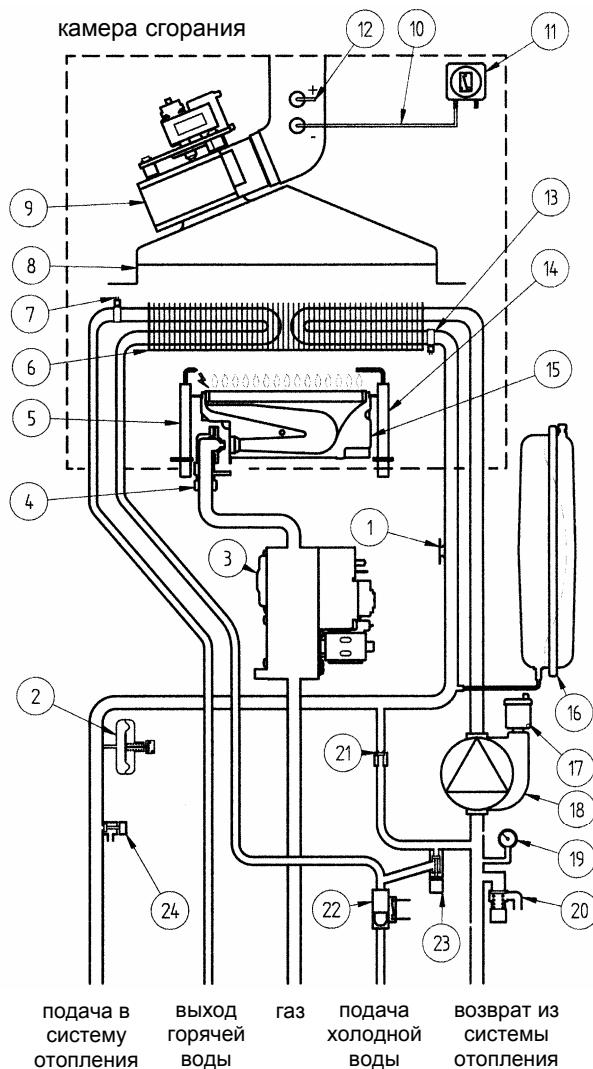

Рис.20
Данное устройство (позиция 15 Рис.20)-обеспечивает включение основной горелки при условии исправной работы вытяжного дымохода.
- нет контакта между трубкой Вентури и датчиком тяги (позиции 16-17 Рис.20)
- **Термостат перегрева** - благодаря датчику (позиция 11 Рис.20 – 21), установленному на выходной трубе первичного теплообменника, в случае перегрева воды первичного контура прекращается подача газа в горелку. При этом котел останавливается. После устранения причины, вызывавшей блокировку, возможно повторное включение. Для этого необходимо кратковременно (примерно на 2 сек) перевести переключатель режимов (Рис.2) в позицию (R).
Электрод для определения наличия пламени (позиция 18 Рис.20), расположенный с правой части горелки, гарантирует безопасность работы и блокирует котел при нарушении подачи газа или неполном горении основной горелки.
- Водяной сбросной клапан системы отопления** (позиция 28 Рис.20) - настроен на давление 3 бар и установлен в системе отопления.